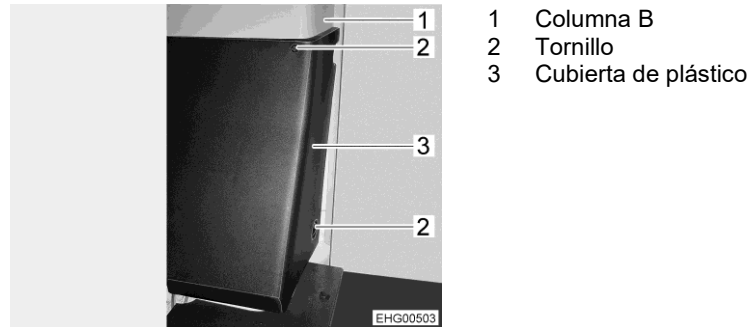

Fig. 129 Cubierta de plástico en los modelos A, T y V
- En la columna B (Fig. 129,1), desenroscar los 2 tornillos (Fig. 129,2) y quitar la cubierta de plástico (Fig. 129,3) con precaución.